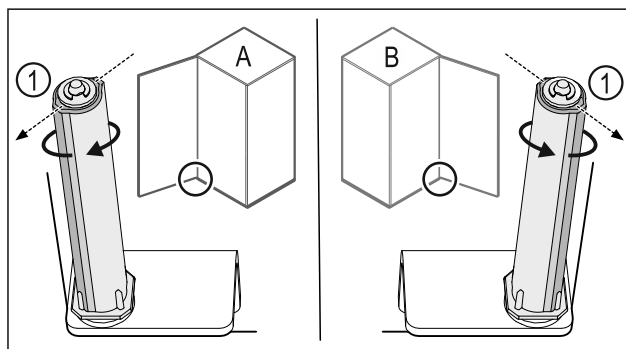

Fig. 35 Levo omejilo (A) / desno omejilo (B)
- ▶ Obrnite zaporni sistem proti uporju, dokler ni mostiček zapornega sistema Fig. 35 (1) obrnjen navzven.